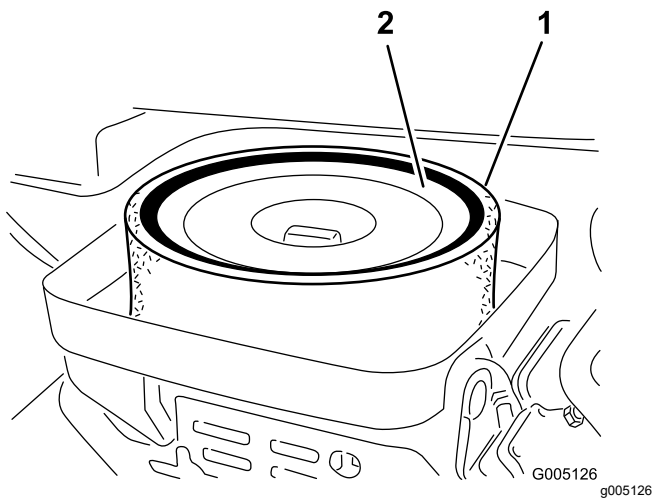

图 40
3. 卸下将滤芯固定到空气滤清器壳体上的蝶形螺帽 图 40。
4. 如果泡沫滤芯变脏请将其从纸质滤芯中取出 图 40。按照以下方式彻底清洁滤芯